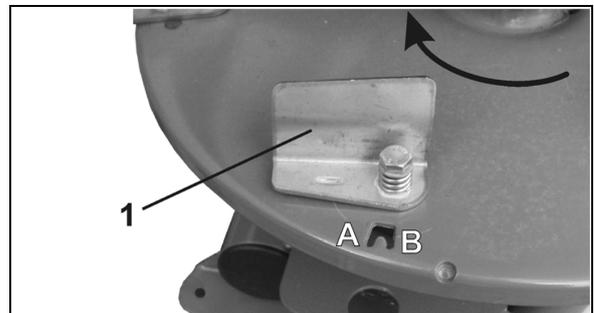
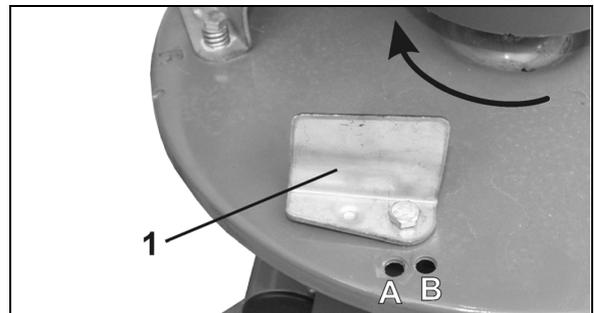

Fig. 14
Fig. 15
Le pale si possono regolare in due diverse posizioni (Fig. 14, Fig. 15).
- Tre pale con molla a compressione a regolazione manuale (Fig. 14/1).
1. Tre pale con molla regolabili svitando la vite (Fig. 15/1).